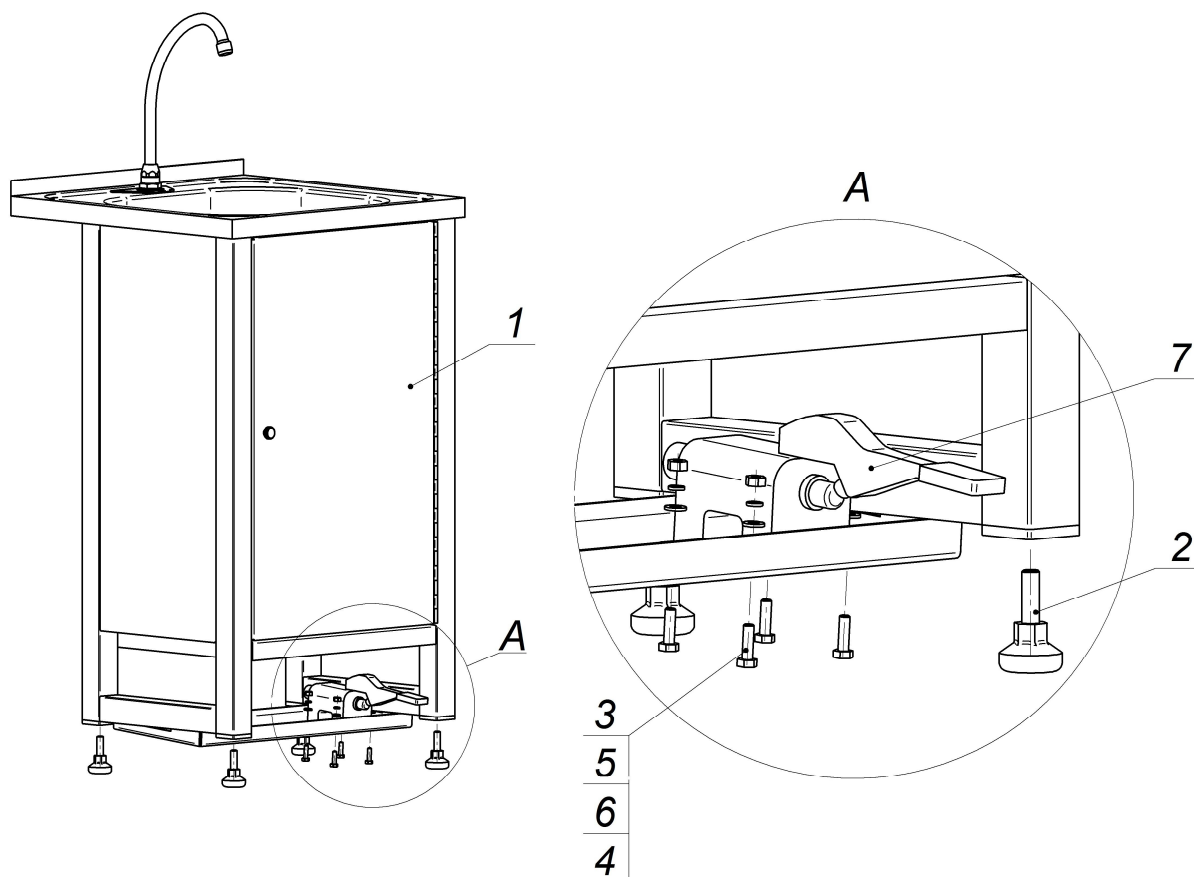

Рис. 1 – Установка опор и педали подачи воды
- 7.2 Вкрутить опоры поз.2 в стойки согласно рис.1 и отрегулировать высоту и горизонтальность рукомойника.
- 7.3 Установить смеситель педальный (поз.7) на нижней плите, согласно рис.1 (справа, по центру или слева).